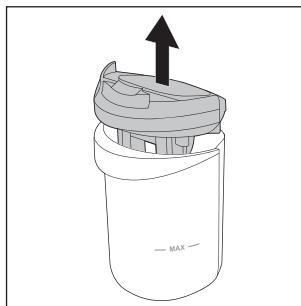

Fig. 21
- ♦ Trageți capacul rezervorului de apă murdară **⑨** în sus din rezervorul de apă murdară **②** (a se vedea fig. 21).